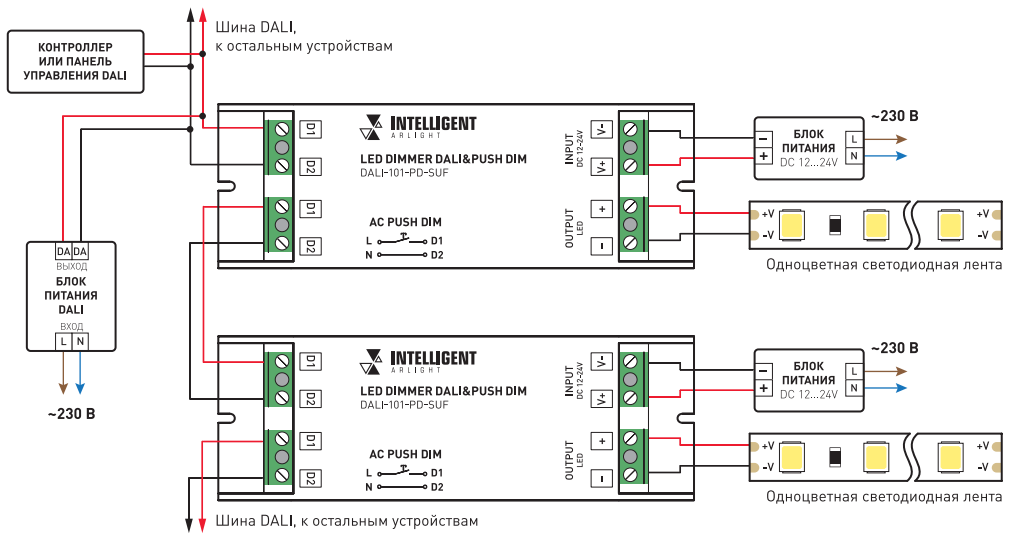

Рисунок 1. Схема подключения диммеров.
- 3.3. Подключите светодиодную ленту или другой совместимый светодиодный источник света к выходу OUTPUT LED диммера, соблюдая полярность и порядок подключения проводов (Рис. 1).